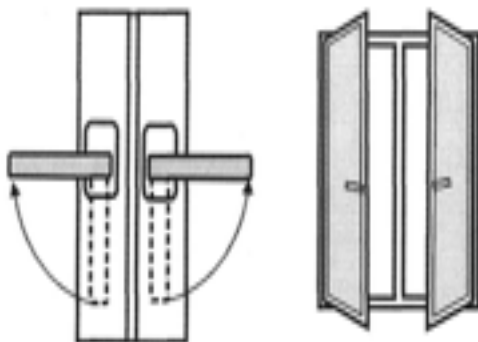

Рис.3. Створка оконной конструкции полностью открыта.
2.2.2. Для того, чтобы открыть створку окна, необходимо повернуть ручку на 90 градусов из вертикального положения в горизонтальное, затем потянуть створку на себя (рис.3).
Фиксатор поворота створки применяется для фиксирования створки в состоянии поворота в произвольном положении. Для того, чтобы воспользоваться действием данного механизма, вам необходимо открыть створку (рис.3), выбрать желаемый поворот и зафиксировать его, опустив ручку на 90 градусов вниз (т.е. в положение «вертикально вниз»). Данный механизм фиксирует секторами, т.е. возможно попадание участков, на которых фиксация будет слабой.